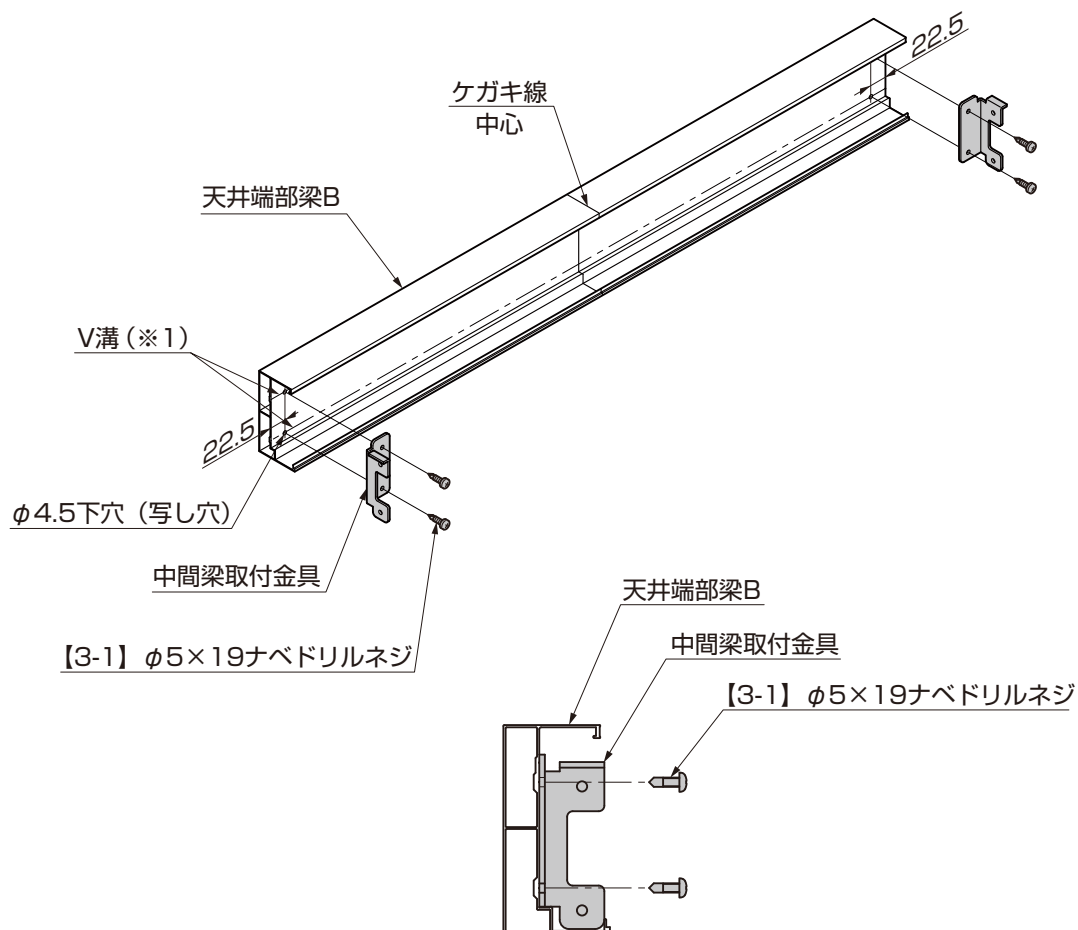

図6-1 中間梁取付金具取付け位置
- ③中間梁取付金具を天井端部梁Bに【3-1】で取付けてください。（図6-1参照）
- ④中間梁取付金具のフィン (※3) を桁の溝に引っ掛けてください。
- ⑤天井端部梁Bを回転させて、中間梁取付金具を桁の下穴 (※4) の位置を合わせてください。
- ⑥中間梁取付金具を【3-1】で取付けてください。